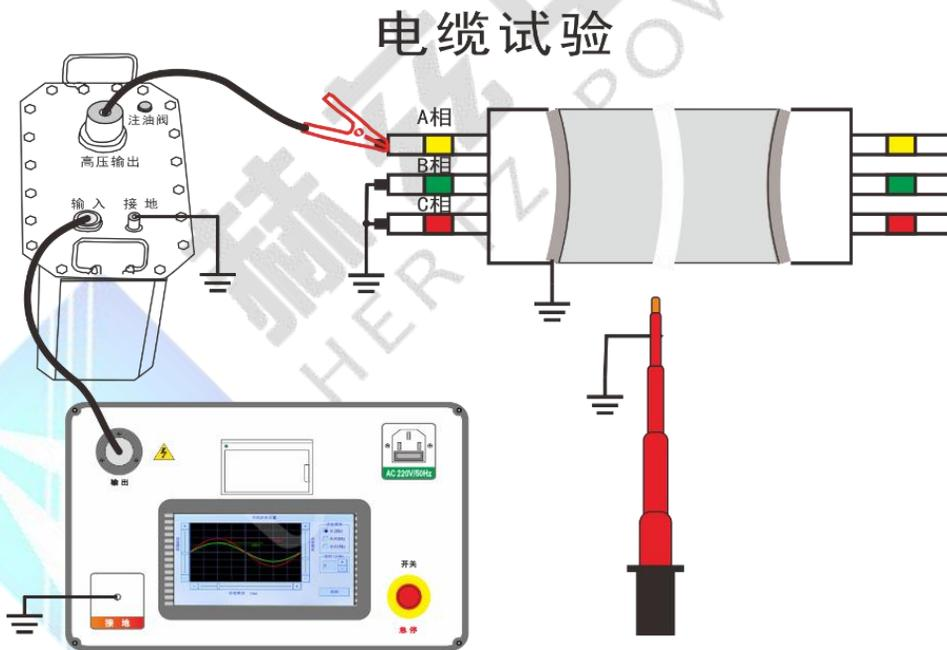

图 14 单相电缆耐压测试接线图
7. 试验接线: 用随机附带的专用连接将试验设备与试验电缆按图 14 所示的方法连接。仔细检查接线正确后合上电源, 再次设定好试验频率, 时间和电压以及高压侧的过流保护值、过压保护值, 然后开始升压试验。